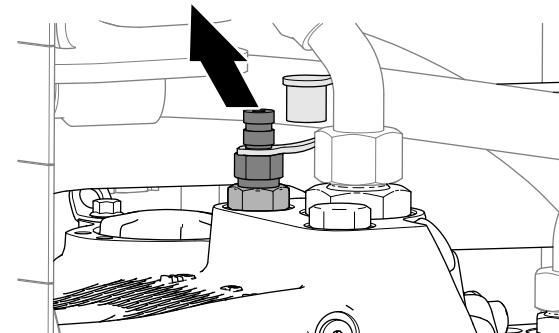

Bild 37
1. Entfernen auf der rechten Seite der Traktionspumpe das Prüfgerät vom Schnelltrennanschluss (Bild 37).